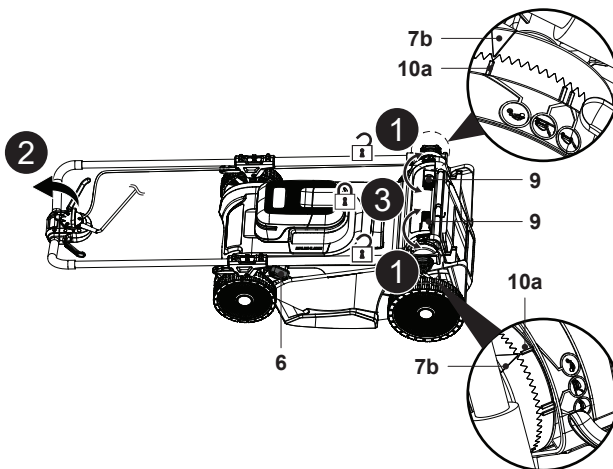

Fig. 21
- Retire el recogedor de hierba (8)/accesorio triturador (24).
- Sitúe la palanca de ajuste de la altura de corte (13) en la posición más baja.
- Afloje las dos palancas de sujeción (9) y pliegue por completo el conjunto del manillar (Fig. 21, pasos 1 y 2).
- Bloquee las dos palancas de sujeción (9) para fijar bien el conjunto y asegúrese de que el triángulo indicador (7b) está alineado con el indicador de estacionamiento (10a) para evitar que el producto se abra (Fig. 21, paso 3).